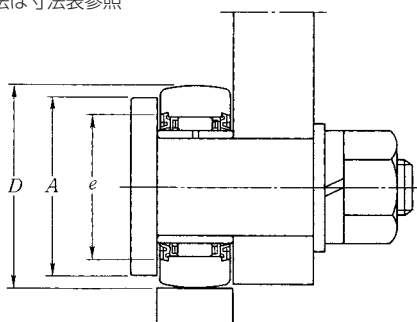

Fig.12
- (3) The **NA・・22LL** and **RNA22** types are separable types, and their outer ring is guided by a flange or thrust washer mounted on the shaft (pin). For this reason, the guide surface must be machined to a fine finish, and burrs must be removed to ensure the smoothness of the surface. If the guide surface is not hardened, the guideway must have the dimension *A* indicated in **Fig. 12**. If the guide surface is hardened, the width of the guideway may be somewhat smaller than dimension *A*.
- (3) **NA・・22LL**、**RNA22**形は分離形で軸（ピン）にフランジまたはスラストワッシャを取付けて外輪が案内されるため、案内面は旋削仕上げより良好な仕上げ面とし、バリなどを除去し滑らかな面とする。また案内面が硬化していない場合は**図12**に示す*A*寸法で案内しなければならない。表面硬化されているときはこれより若干小さくても使用できる。